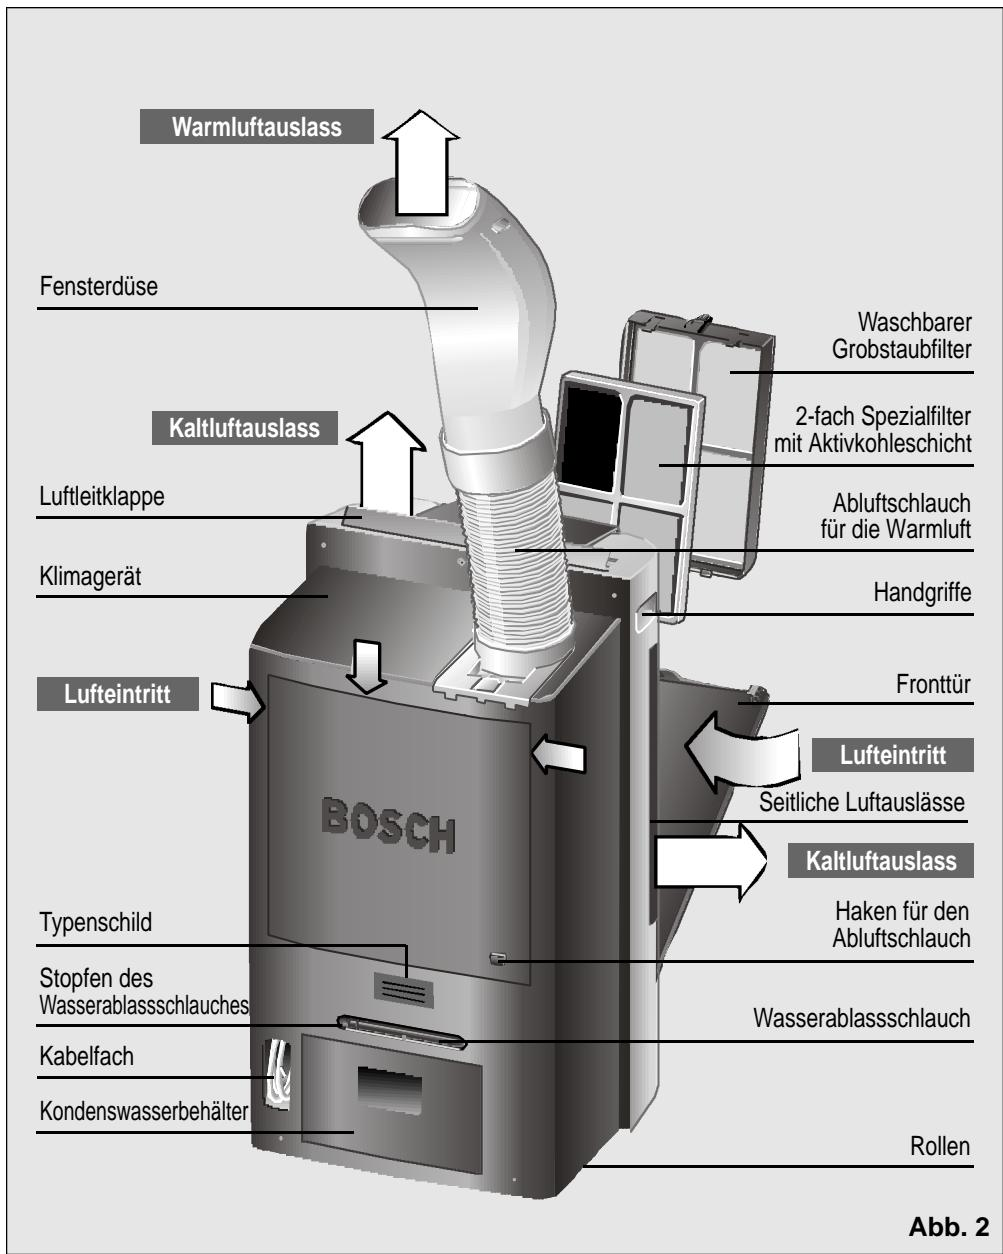

Abb. 2
- ❑ Auf der Rückseite des Gerätes befindet sich ein Fach für das Anschlusskabel, **Abb. 2**.